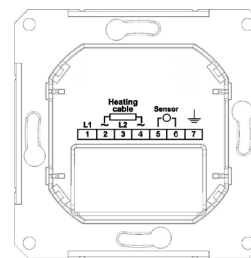

Fig. 4: Thermostat connections/ Fig. 4: Tilkobling/ Bild 4: Anslutning
- Connect the heating cable's earth conductor and the building's earth to connector 7. NB. Heating cables shall always be connected to earth. (fig. 4).
- If the floor sensor shall be used, it shall be connected to the connectors 5 and 6 (fig. 4)
- Koble varmekabelen til klemmene 2 og 4 (fig. 4)
- Koble strømtillførselen (L1/L2 eller L1/N) til klemmene 1 og 3 (fig. 4)
- Koble varmekabelens jordleder og anleggets jord til klemme 7 (fig. 4).
- Dersom gulvsensor skal benyttes, kobles denne til klemmene 5 og 6 (fig. 4)
- Anslut varmekabeln till klämmorna 2 och 4 (bild 4)
- Anslut strömtillførseln (L1/L2 eller L1/N) till klämmorna 1 och 3 (bild 4)
- Anslut varmekabelns jordledare och anläggningens jord till klämma 7 (bild 4).
- Vid användning av gulvsensorn ansluts denna till klämmorna 5 och 6 (bild 4).